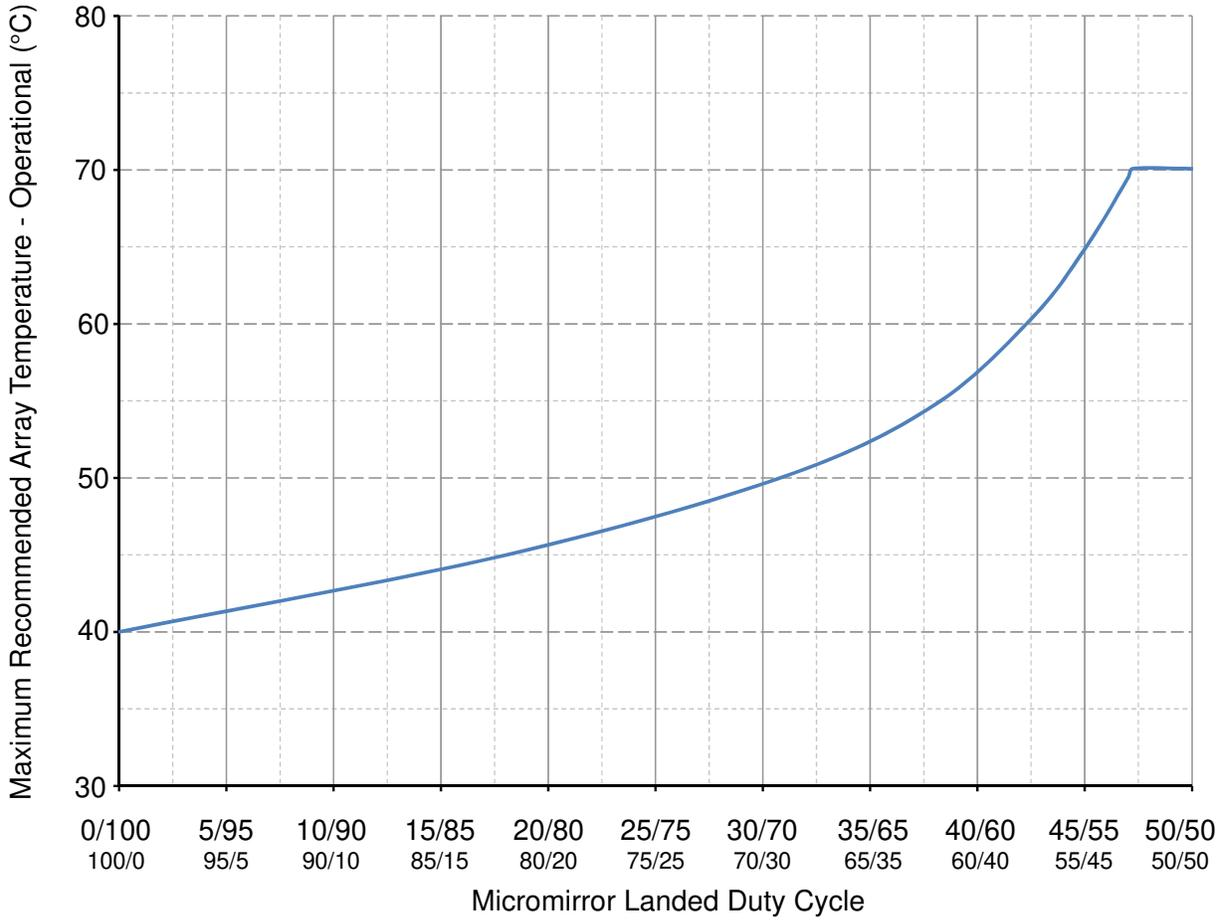

図 5-1. 推奨最大アレイ温度—ディレーティング曲線
- (17) 図 5-1 に従って、最大動作アレイ温度は、最終アプリケーションにおいて DMD が受けるマイクロミラーの着地デューティサイクルに基づいてディレーティングする必要があります。マイクロミラーのランデッド デューティサイクルの定義については、セクション 6.9 マイクロミラーのランデッド オン/ランデッド オフ デューティサイクルセクションを参照してください。